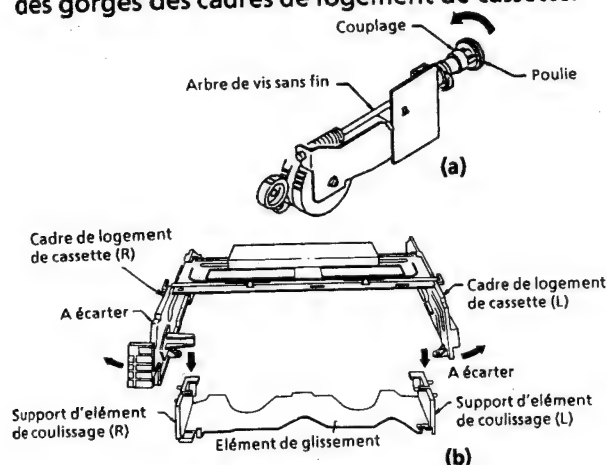

Figure 1-17.
1. Effectuer les opérations de dépose dans l'ordre inverse. (Voir les Figures 1-17 et 1-18).
2. Fixer le levier de dégagement du verrouillage sur le support d'élément de coulissage (R).
3. Faire coulisser le support d'élément de coulissage (R) vers le bas de sorte que les deux ergots du support d'élément de coulissage (R) s'insèrent dans les ouvertures de l'élément de coulissage.
4. Ecarter légèrement les cadres de logement de cassette et insérer les broches des supports d'élément de coulissage (R) et (L) dans les gorges des cadres de logement de cassette.